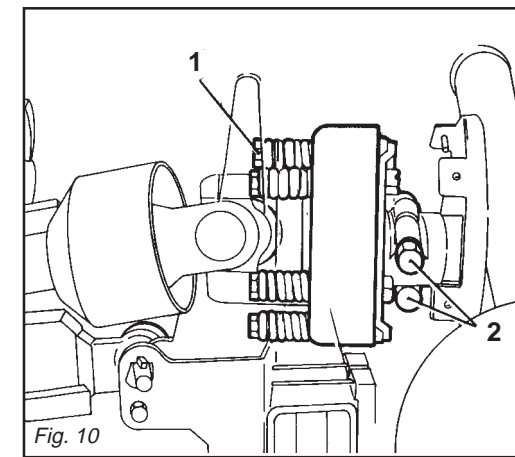

Fig. 10
La frizione è già pre-regolata per uno sforzo medio. Se slitta troppo facilmente (surriscaldandosi) è necessario avvitare uniformemente tutti i dadi (1 Fig. 10) che stringono le molle. Qualora l'albero cardanico fornito abbia il mozzo con bloccaggio a bulloni (2 Fig. 10), assicurarsi che questi siano serrati con forza.
Se la frizione non slitta, svitare uniformemente tutti i dadi (1 Fig. 10) che fissano le molle. Svitare un giro alla volta e verificare la frizione dopo circa 300 metri di lavoro. Se necessario ripetere l'operazione, sempre svitando un giro alla volta. Se la frizione mantiene durante il lavoro una temperatura di circa 40-50 gradi circa significa che è regolata in modo corretto. **Non serrare mai a fondo i dadi, poiché in tal modo si elimina la funzione delle molle e dunque della frizione a danno degli organi di trasmissione.**
The clutch is already pre-adjusted for average stress. If it slips too easily (and overheats), it will be necessary to evenly tighten all the nuts (1 Fig. 10) that retain the springs. If the supplied cardan shaft has a bolt-locked hub (2 Fig. 10), check that these bolts are fully tightened.
*If the clutch does not slip, evenly unscrew all the spring fixing nuts (1 Fig. 10). Unscrew one turn at a time and check the clutch after having worked about 300 meters. Repeat the operation if necessary, remembering to unscrew one turn at a time. If the clutch maintains a temperature of about 40-50 degrees during work, this means that it has been correctly regulated. **Never fully torque the nuts since this would void the function of the springs and, subsequently, of the clutch, thus damaging the transmission components.***
Die Gelenkwelle kann mit einer Sicherheitskupplung ausgerüstet werden, um die Getriebeteile des Gerätes vor Überlastungen und/oder Beanspruchungen zu schützen. Die Gelenkwelle darf keine Neigung über 10 Grad aufweisen (Abb. 3). Die Kupplung ist auf eine mittlere Beanspruchung voreingestellt. Wenn die Kupplung zu schnell schlupft (Überhitzung), muß man alle Muttern (1 Abb. 10), die die Federn spannen, noch weiter anziehen. Sollte die mit dem Gerät gelieferte Gelenkwelle eine mit Schraubbolzen blockierte Nabe (2 Abb. 10) haben, sicherstellen, daß diese angezogen sind.
Wenn die Kupplung nicht schlupft, alle Muttern (1 Abb. 10), die die Federn spannen, gleichmäßig lockern. Alle Muttern um eine Umdrehung losschrauben und die Kupplung nach 300 Metern Fahrstrecke prüfen. Den Vorgang falls erforderlich wiederholen, jeweils eine Umdrehung pro Versuch. Wenn die Kupplung während der Arbeit eine Temperatur von circa 40-50°C beibehält, ist sie richtig eingestellt. **Die Muttern nie ganz festziehen, weil dabei die Wirkung die Federn und damit der Kupplung aufgehoben würde, was sich schädlich auf die Getriebeteile auswirken würde.**
L'arbre à cardans peut être équipé d'embrayage de sécurité pour protéger les organes de transmission de la machine en cas d'efforts ou de surcharges excessives. L'inclinaison du cardan de doit pas dépasser 10 degrés (Fig. 3). L'embrayage est déjà réglé pour un effort moyen. Lorsqu'il patine facilement (en se surchauffant) il faut visser de manière uniforme tous les écrous (1 Fig. 10) de serrage des ressorts. Si le moyeu de l'arbre à cardans dispose d'un blocage par boulons (2 Fig. 10), assurez-vous que ces derniers sont bien serrés.
*Si l'embrayage ne patine pas, dévissez de manière uniforme tous les écrous (1 Fig. 10) de fixation des ressorts. Dévissez d'un tour à la fois et vérifiez l'embrayage après environ 300 mètres de travail. Si nécessaire, répétez l'opération en dévissant toujours d'un tour à la fois. Quand l'embrayage maintient une température d'environ 40-50 degrés pendant le travail, cela signifie qu'il est réglé correctement. **Ne serrez jamais à fond les écrous car cela annule la fonction des ressorts et donc de l'embrayage au détriment des organes de transmission.***
El embrague está ya pre-regulado para un esfuerzo medio. Si patina muy fácilmente (recalentándose) es necesario ajustar uniformemente todas las tuercas (1 Fig. 10) que apretan en el resorte. Si el árbol cardánico tiene el cubo con bloqueo de bulones (2 Fig. 10), controlar que estos últimos estén bien ajustados.
Si el embrague no patina, aflojar uniformemente todas las tuercas (1 Fig. 10) que fijan el resorte. Aflojar una vuelta a la vez y controlar el embrague luego de 300 metros de trabajo. Si es necesario repetir la operación siempre aflojando un giro a la vez. Si el embrague mantiene durante el trabajo una temperatura de 40-50 grados significa que está regulado en modo correcto. **No ajustar jamás a fondo las tuercas, ya que así se inutiliza el resorte y la fricción dañando los órganos de transmisión.**